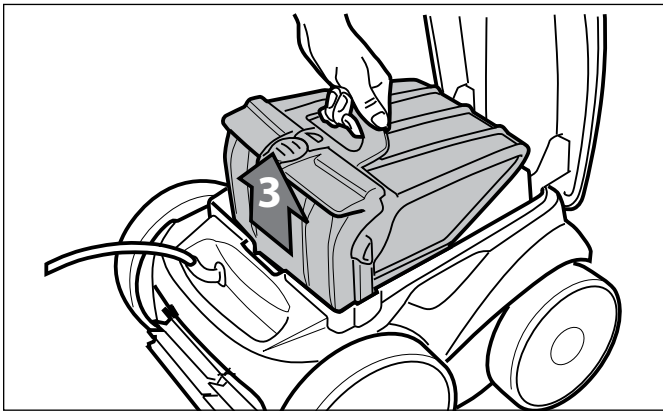

Figura 25. Retire la unidad del cartucho del filtro
6. Retire la unidad del cartucho del filtro del cuerpo (3), como se muestra en la Figura 25.